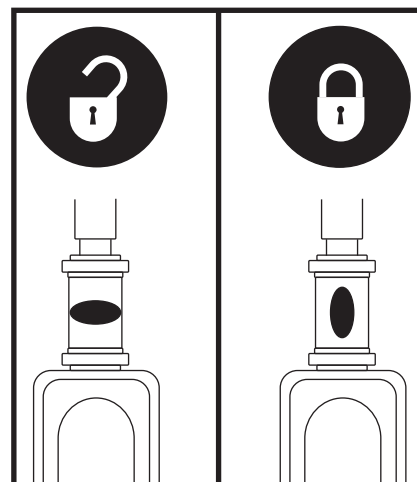

Figure 17. Bouton de verrouillage du guidon
1. Retirez la clé du contact et puis pour bloquer le guidon en ligne droite, pesez sur le bouton et tournez-le 90° dans le sens des aiguilles d'une montre. **Voir la figure 17.** La roue avant doit faire face à l'avant afin de pouvoir bloquer le guidon.
6. Débloquez la roue avant en tournant le bouton de blocage 90° dans le sens opposé aux aiguilles d'une montre. **Voir la figure 17.**